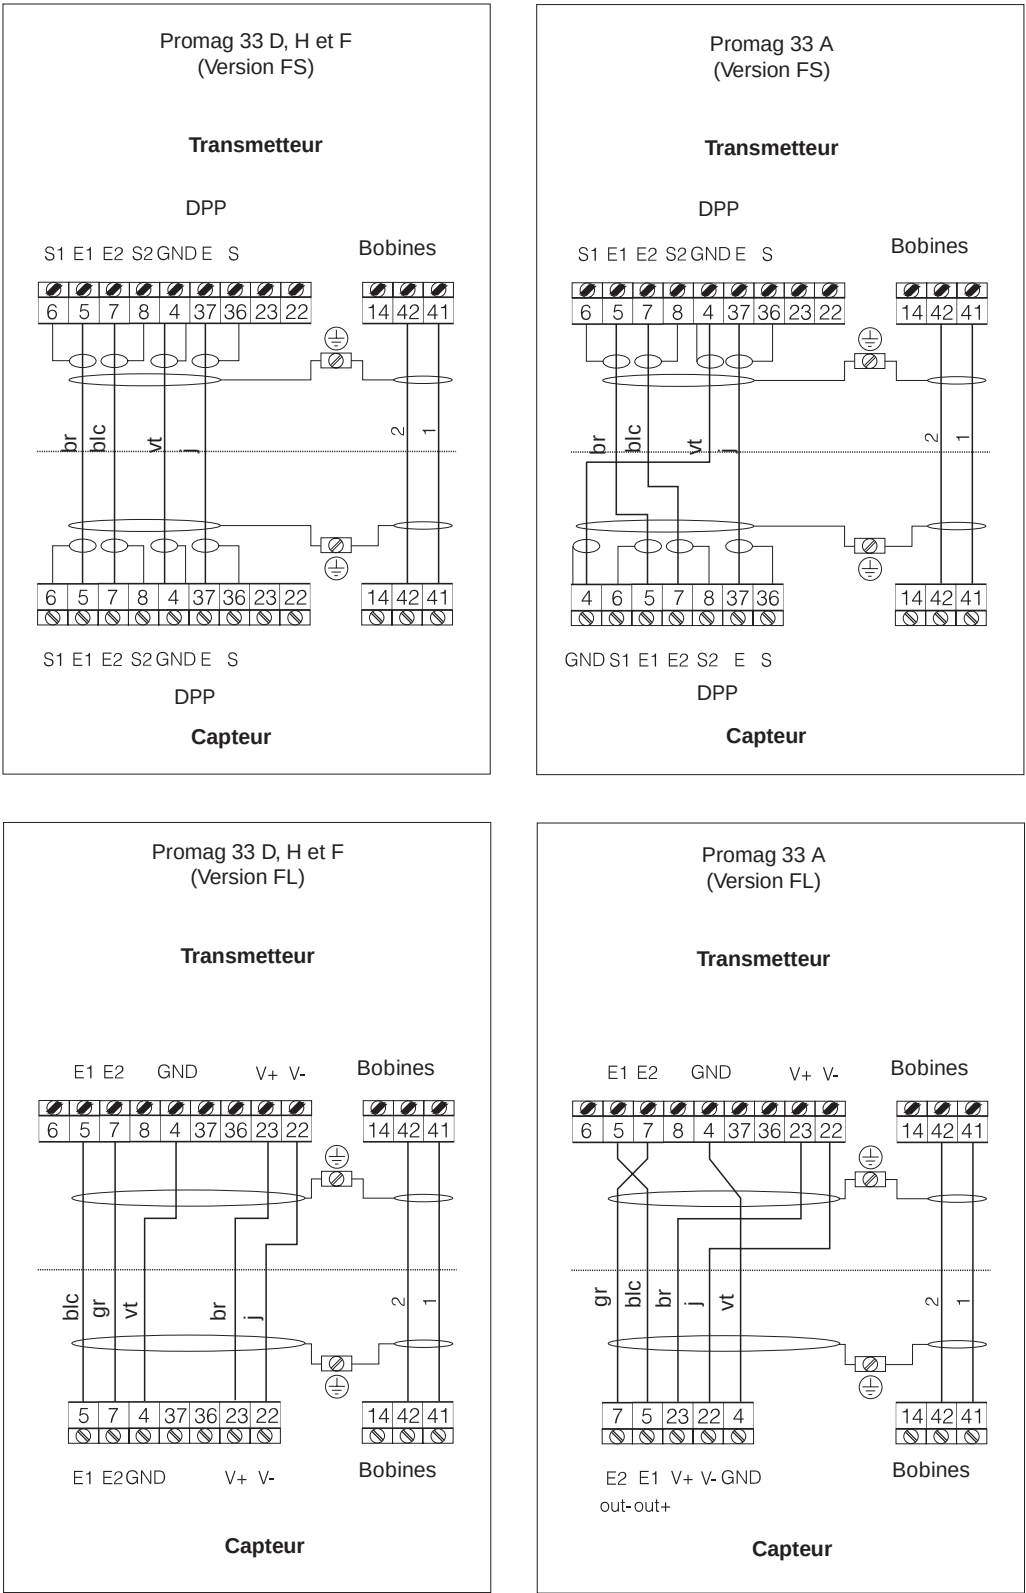

Fig. 34
3. Faire passer les câbles de signal et de bobine à travers les presse-étoupe correspondants (voir fig. 34).